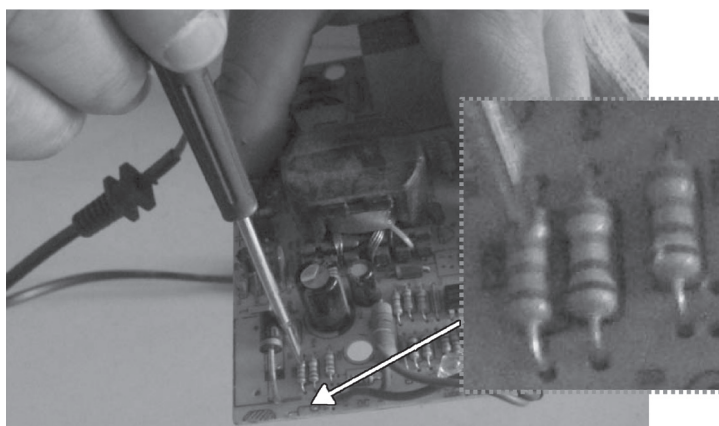

图 4-7 电阻 R34
5) 进一步检查，发现充电电流取样电阻 R34 烧毁，如图 4-7 所示。